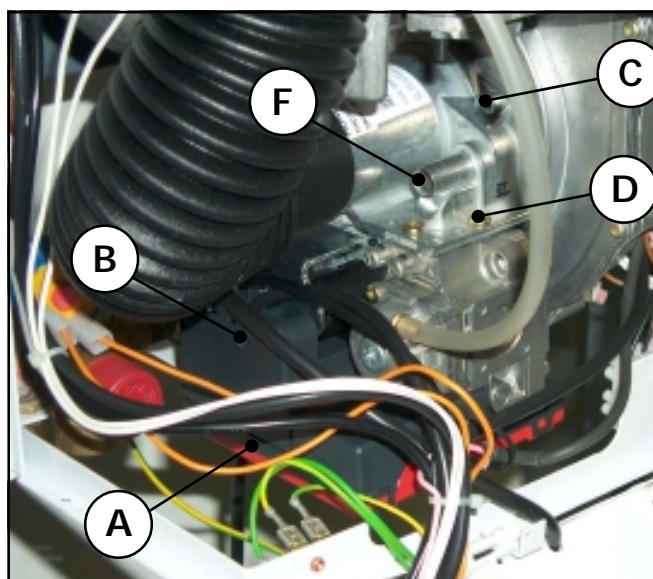

Fig. 19
Qualora si renda necessario utilizzare l'apparecchio con gas diverso da quello preimpostato, è necessario inserire (o togliere) il corretto diaframma tra valvola gas e venturi, ed agire sulla vite di regolazione F (fig.19) posta sul gruppo venturi per regolare il tenore di CO₂ nei fumi al valore nominale (entro +/- 0.1%) riportato in tabella:
- 15 Se necessario, agire **lentamente** sulla vite di regolazione F (fig.19) posta sul venturi per portare il tenore di CO₂ al valore nominale (entro +/- 0.1%) previsto in tabella per il corrispettivo tipo di gas. **Si raccomanda di agire solo sulla vite F e non sulla valvola gas: tale operazione potrebbe compromettere il corretto funzionamento dell'apparecchio.**